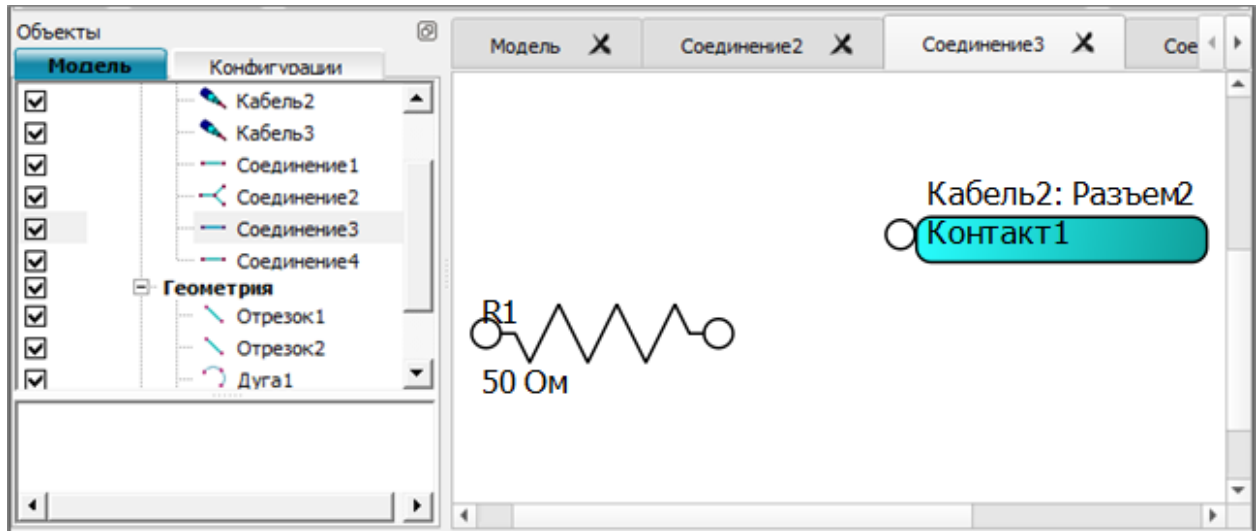

Рис. 69
1) на ленте меню «Кабели» выбрать, щелкнув курсором +левая кнопка мыши, нужный компонент (например, сопротивление). В окне редактирования на схеме соединения появится его изображение, которое можно выделить и переместить в нужное место окна (рис. 69);